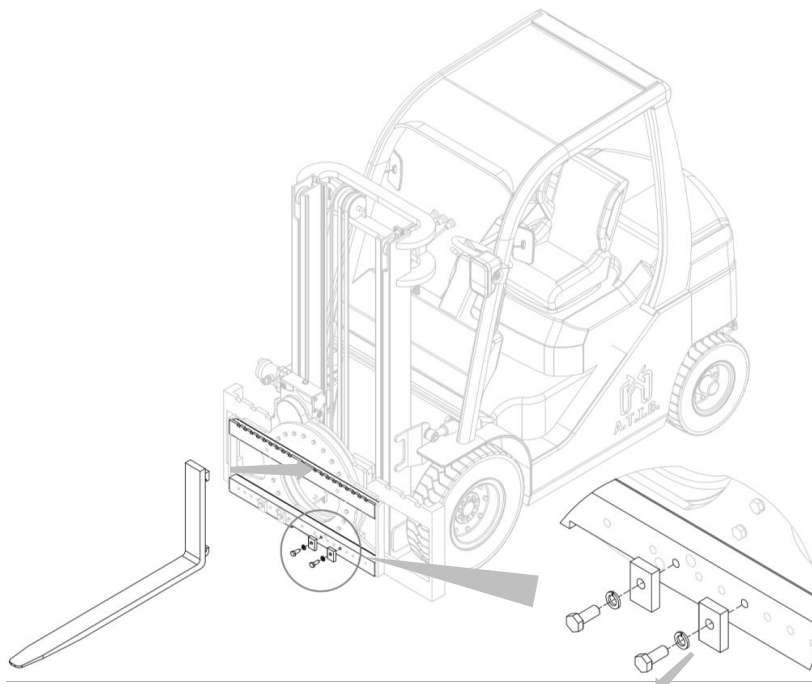

Figura 13
1. Applicare le forche dopo aver svitato i fermi forca (vedi *Figura 13*); in base alla larghezza delle forche utilizzare i fori più opportuni.